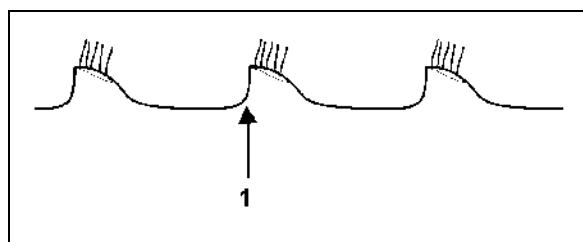

Рис. 32
- Снимите пружинный фиксатор (Рис. 32/3).
- Закрепите балансир (Рис. 32/2) в соответствие с нужным направлением вращения.
- При помощи рычага (Рис. 32/1) удлините/укоротите шпиндель.
- Зафиксируйте установку пружинным фиксатором (Рис. 32/3).